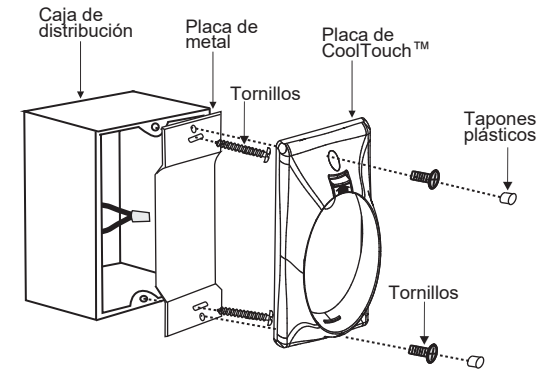

Fig. 21
Paso 2. Instale la placa de pared en la caja eléctrica de pared existente usando los tornillos proporcionados. (Fig. 21)